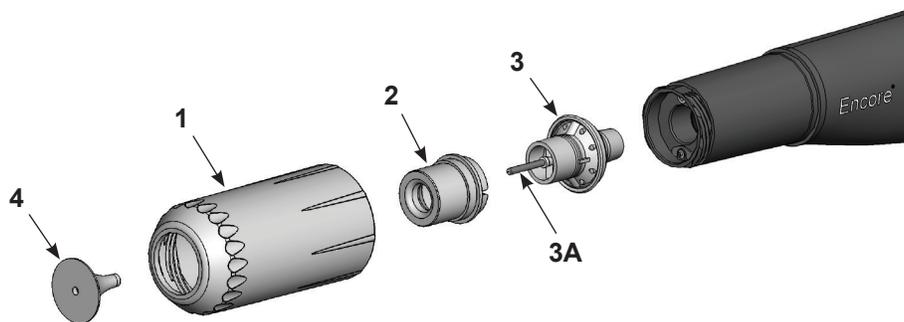

Figura 4-2 Sostituzione dei deflettori e degli ugelli conici opzionali
1. Vedi Figura 4-2. Per cambiare il deflettore (4) tirarlo via con delicatezza dal gruppo elettrodo (3). Se si cambia solo il deflettore, montare quello nuovo sul gruppo elettrodo facendo attenzione a non piegare il filo dell'elettrodo.
2. Per cambiare tutto l'ugello, svitare il dado dell'ugello (1) in senso antiorario.
3. Rimuovere l'ugello conico (2) dal gruppo elettrodo.